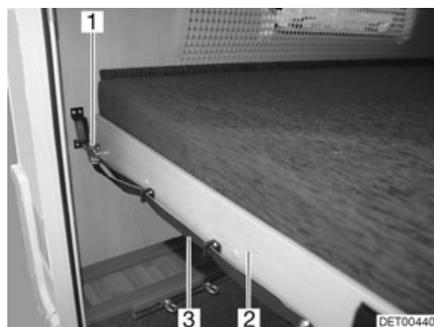

Fig. 103 Litera (parte trasera)
- Tirar del lazo (Fig. 103,3) y soltar el pestillo (Fig. 103,1).
- Tirar el somier (Fig. 103,2) junto con el colchón hacia delante hasta que engatille.